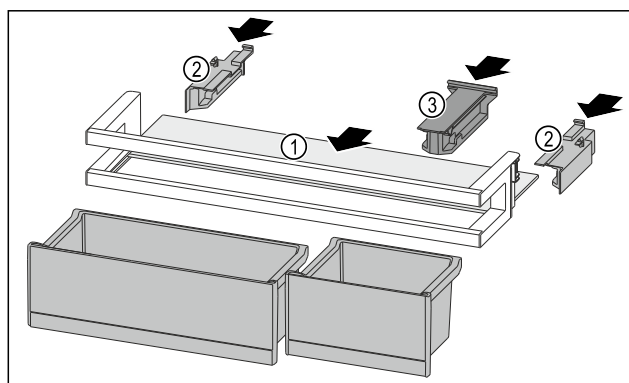

Fig. 122
- ▶ Zasuňte odkladaciu plochu Fig. 122 (1) do bočných vybraní.
- ▶ Vložte bočnice Fig. 122 (2).
- ▶ Vložte prídržný diel Fig. 122 (3).